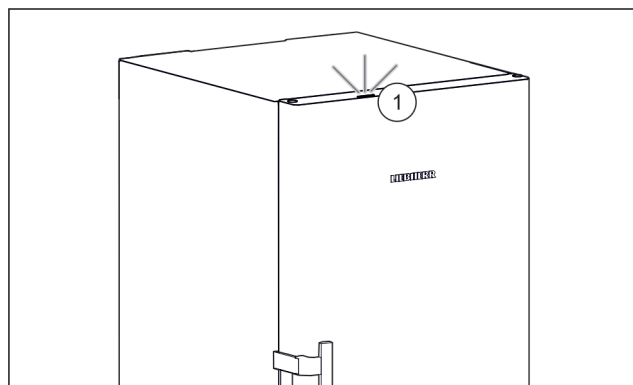

Fig. 4
Когато пускате уреда в експлоатация, светлината за състояние Fig. 4 (1) е деактивирана фабрично.